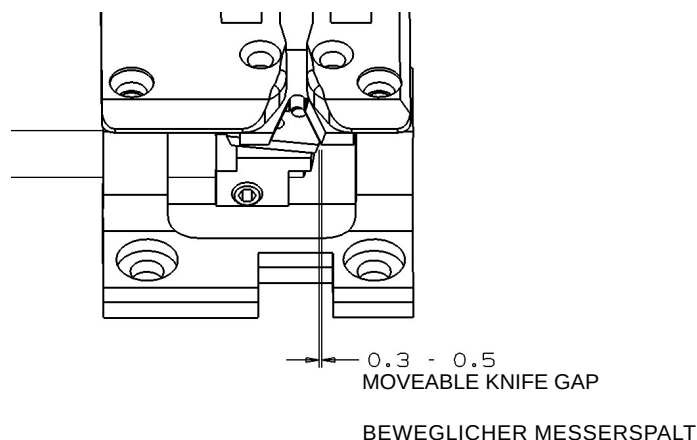

FIG. 1
Remove left end cover. Mount the electronic proximity switch (A) as shown in Fig. 1.
The feeler (C, D, Fig. 1) should not have any lateral play but should turn readily. For this, adjust the centering shaft (E, Fig. 2) with centering screw (F) and lock nut (G) accordingly.
Hang in tension spring (J, Fig. 1).
The feeler should be set at .236" (6.0 mm) (Fig. 1) between upper throat plate surface and upper edge of feeler at the bag entrance zone.
For adjustment loosen nut (K, Fig. 1) and turn-off screw (L), so that the head of screw does not contact the magnet in the magnet support stud. Loosen nut (M) and turn the feeler stop screw (N) in or out, as required, to adjust the correct feeler height.
NOTE: When the presser foot rests on the throat plate (feed dog below throat plate), the clearance between upper edge of feeler and lower edge of the feeler slot cut-out in the presser foot (see Fig. 1) should be approximately .040" (1 mm).
Secure the set feeler height with lock nut (M, Fig. 1).
The switching pressure on the feeler is set with screw (L, Fig. 1).
NOTE: The closer the head of screw (L, Fig. 1) to the magnet the higher the switching pressure on the feeler. Secure the position of screw (L) with lock nut (K).
The electrical switching point of the proximity switch (A, Fig. 1) is determined by screw (Q, Fig. 1). The distance between screw head and the face of the proximity switch is approximately $\frac{5}{64}$ " (2 mm) (see Fig. 1), when the feeler is in home position. This distance $\frac{5}{64}$ " (2 mm) is not exactly the same for all switches. Connect the machine electrically. With feeler in home position set the proper switching point as follows:
Loosen nut (P, Fig. 1). Turn screw (Q) away from switch, until the switch switches on. Then turn screw (Q) slowly towards the switch, until the switch switches off. Now turn screw (Q) a further $\frac{1}{2}$ turn towards the switch. Secure this position of screw (Q) with lock nut (P).
Der Taster (C, D, Fig. 1) darf kein seitliches Spiel haben, muss sich aber ganz leicht drehen. Stellen Sie dazu die Zentrierachse (E, Fig. 2) mit dem Zentrierstift (F) und der Kontermutter (G) entsprechend ein.
Lösen Sie die Schraube (H, Fig. 2) und vermitteln Sie den Taster (C, D) durch seitliches Verschieben der Zentrierachse (E) im Stichplatten- und Drückerfußschlitz. Der Taster muss sich frei bewegen lassen. Ziehen Sie die Schraube (H) wieder an. Hängen Sie die Zugfeder (J, Fig. 1) ein.
Der Taster soll auf das Maß 6,0 mm (Fig. 1) zwischen Stichplattenoberfläche und Tasteroberkante in der Sackeinlaufzone eingestellt sein.
Zur Einstellung lösen Sie die Mutter (K, Fig. 1) und drehen die Schraube (L) soweit zurück, dass der Schraubenkopf den Magneten im Magnethaltebolzen nicht berühren kann. Lösen Sie die Mutter (M) und drehen Sie die Taster-Anschlagschraube (N) entsprechend ein oder aus bis die richtige Tasterhöhe erreicht ist.
BEACHTEN SIE: Wenn der Drückerfuß auf der Stichplatte aufliegt (Transporteur unter der Stichplatte), soll zwischen Oberkante Taster und Unterkante Tasteraussparung im Drückerfuß (siehe Fig. 1) ein Abstand von etwa 1 mm sein. Sichern Sie die eingestellte Tasterhöhe durch Kontern der Mutter (M, Fig. 1).
Der Schaltdruck am Taster wird mit der Schraube (L, Fig. 1) eingestellt. Drehen Sie die Schraube (L) langsam gegen den Magneten im Haltebolzen, bis der Schraubenkopf gerade am Magneten anliegt. Dann drehen Sie die Schraube $\frac{1}{4}$ Umdrehung zurück, so dass der Taster leichtgängig bleibt und der Schraubenkopf im Einflußbereich des Magneten liegt.
BEACHTEN SIE: Je näher der Schraubenkopf der Schraube (L, Fig. 1) am Magneten ist, um so höher ist der Schaltdruck am Taster. Sichern Sie die Stellung der Schraube (L) durch Kontern der Mutter (K).
Mit der Schraube (Q, Fig. 1) wird der elektrische Schaltpunkt des Annäherungsschalters (A, Fig. 1) bestimmt. Der Abstand zwischen Schraubenkopf und Stirnfläche des Näherungsschalters beträgt in Ruhestellung des Tasters etwa 2 mm (siehe Fig. 1). Dieser Abstand von 2 mm ist nicht bei allen Schaltern genau gleich. Schließen Sie die Maschine elektrisch an. Der genaue Schaltpunkt wird in Ruhestellung des Tasters wie folgt eingestellt: Lösen Sie die Mutter (P, Fig. 1). Drehen Sie die Schrauben (Q) vom Schalter weg bis der Schalter einschaltet. Dann drehen Sie die Schraube (Q) langsam zum Schalter hin bis der Schalter ausschaltet. Drehen Sie dann die Schraube (Q) noch $\frac{1}{2}$ Drehung weiter zum Schalter hin. Sichern Sie die Stellung der Schraube (Q) durch Kontern der Mutter (P).
When the air cylinder for the chain cutter (R, Fig. 1) is not activated and the chain cutter (R) is in its home position below the throat plate, the knife tips of the chain cutter (R) should be positioned .020" (0.5 mm) below the throat plate top surface. To obtain this setting, adjust the knife drive lever (S, Fig. 2) and secure this position by tightening the two screws (T, Fig. 2).
In cutting position, above the throat plate, the cutting edges of the chain cutter (R, Fig. 1) should overlap by .012" (0.3 mm) when nut (U, Fig. 2) on the piston rod of the air cylinder butts on the hexagon head stop screw (V).
Wenn der Luftzylinder für die Kettenschere (R, Fig. 1) nicht aktiviert ist und die Kettenschere (R) in ihrer Ausgangslage unter der Stichplatte ist, sollen die obersten Messerkanten der Kettenschere (R) etwa 0,5 mm unter der Stichplattenoberfläche stehen. Stellen Sie dazu den Messerantriebshebel (S, Fig. 2) entsprechend ein und sichern Sie die Stellung durch Festziehen der zwei Schrauben (T, Fig. 2).
In Schneidstellung über der Stichplatte sollen sich die Messerschneiden der Kettenschere (R, Fig. 1) etwa 0,3 mm überlappen, wenn die Mutter (U, Fig. 2) auf der Kolbenstange des Luftzylinders an der Sechskant-Anschlagschraube (V) anschlägt. Zur Einstellung lösen Sie die Kontermutter (W, Fig. 2) und drücken die Mutter (U) gegen die Sechskant-Anschlagschraube (V). Drehen Sie nun die Anschlagschraube (V) nach Bedarf aus oder ein, bis sich die Messerschneiden etwa 0,3 mm überlappen. Sichern Sie die Einstellung der Anschlagschraube (V) durch Kontern der Mutter (W).